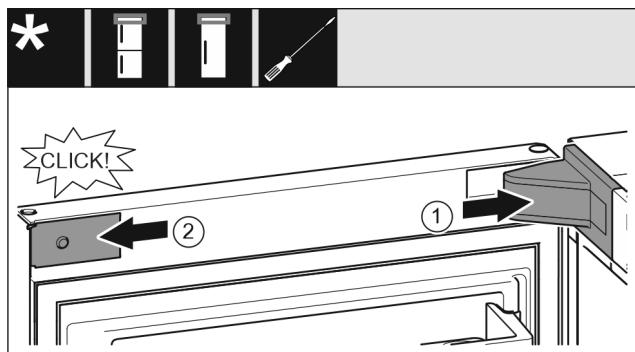

Fig. 23
- Крышку опорного кронштейна установите и зафиксируйте ее при необходимости осторожно разожмите. Fig. 23 (1)
- Установите накладку сбоку и зафиксируйте ее. Fig. 23 (2)